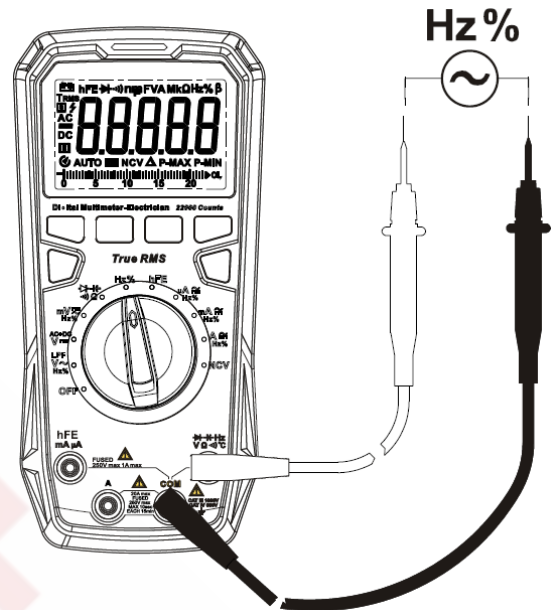

Рисунок 13
8.10. Измерение частоты и коэффициента заполнения (см. рисунок 13)